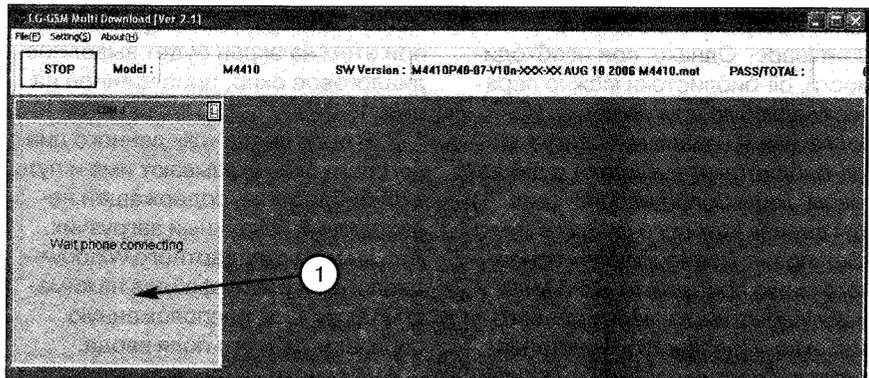

Рис. 2. Основное диалоговое окно программы GSM Multi Downloader
11. Нажимают кнопку «Start», находящуюся в левом верхнем углу основного диалогового окна программы GSM Multi Downloader (рис. 2).
13. Ожидают окончания процесса программирования Flash-памяти телефона, о чем свидетельствует надпись «Pass» в окне статуса, соответствующем используемому COM-порту (1 на рис. 2).